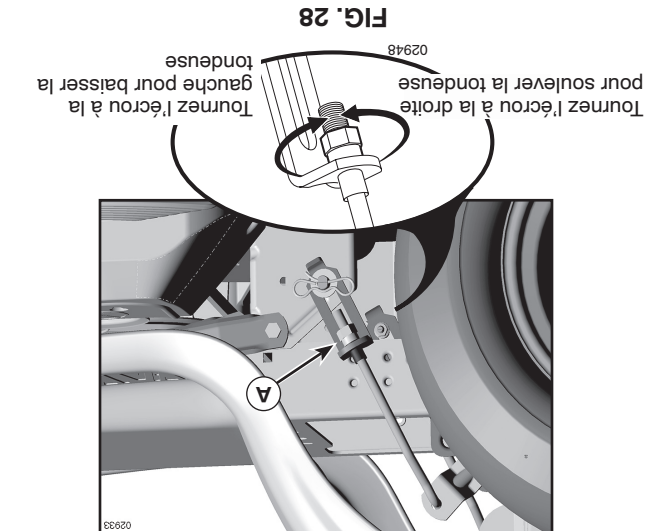

FIG. 28
**AJUSTEMENT LATÉRAL VISUEL** (Voir la Fig. 28)